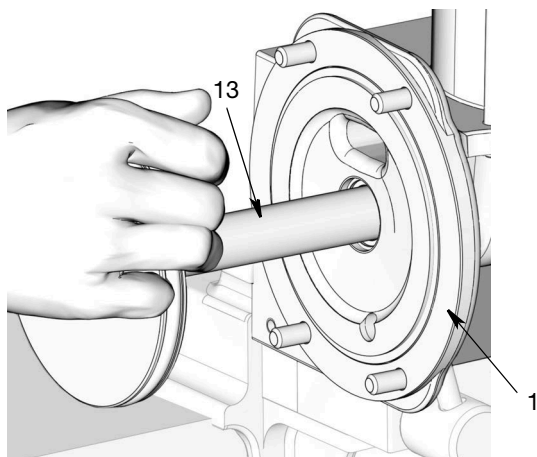

FIG. 51
- f. Appliquer une légère couche de graisse sur le pourtour et sur toute la longueur de la tige de piston (13). Pousser doucement la tige de piston dans la base de la pompe (1) en appliquant un mouvement de rotation pour faire passer la tige à travers les joints et entretoises précédemment montés (FIG. 51).